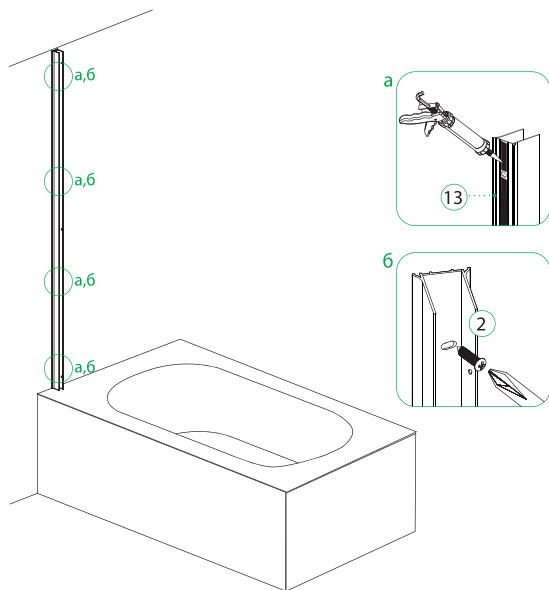

Рис. 6/6-сур.
нитарным силиконовым герметиком со стороны стены (для полной герметизации, рис. 6-а), и зафиксируйте их с помощью шурупов (2), как показано на рисунке рис. 6-б.
3. Установите заглушки профиля и нижний элемент шарнира на закаленное фиксированное стекло с профилем (14), как показано на рисунке 7.